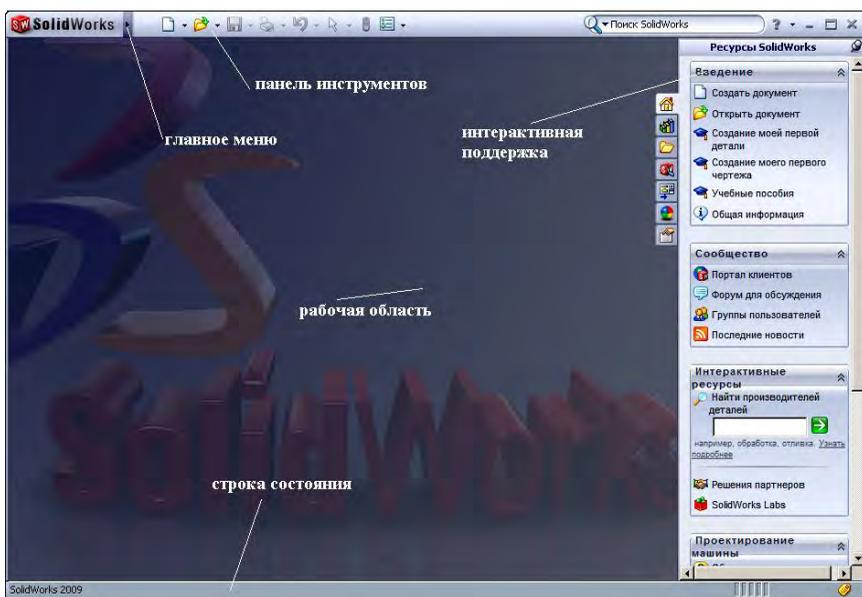

Рис. 4.1. Главное окно SolidWorks
**Главное окно** (рис. 4.1) системы автоматизированного проектирования SolidWorks включает в себя следующие элементы: главное меню, панели инструментов, рабочая область, интерактивная помощь, строка состояния.